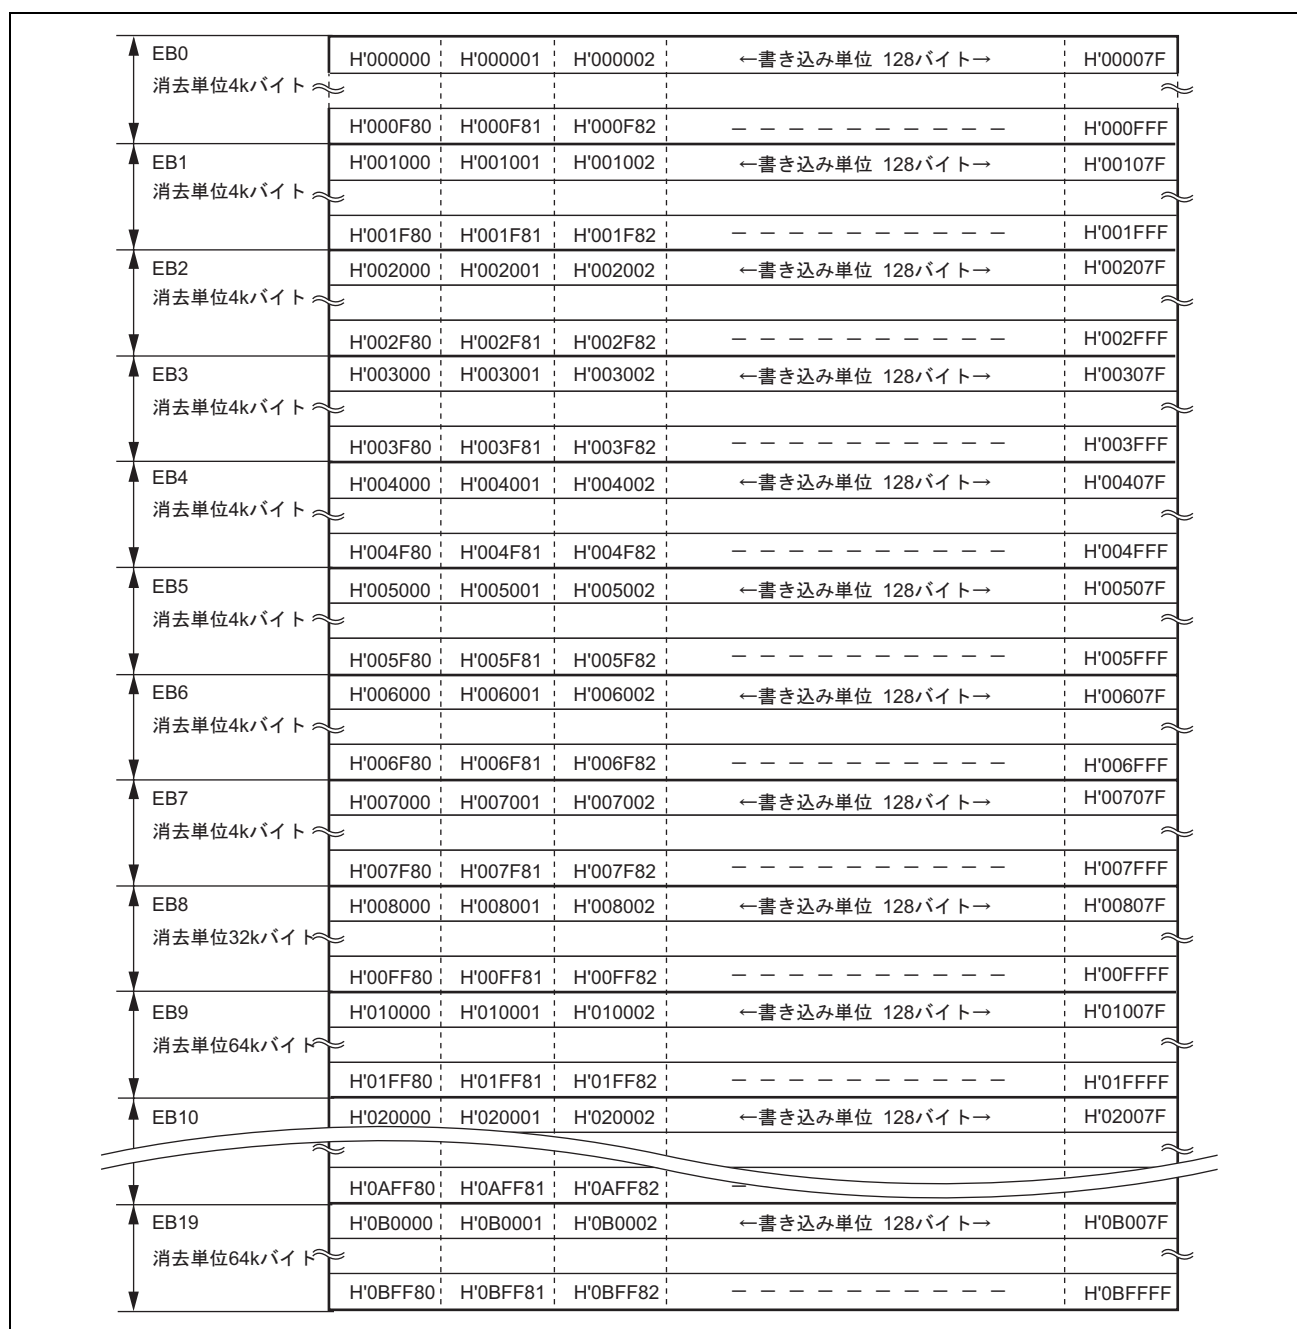

図 18.4 (1) H8SX/1657C のユーザマットのブロック構成
図 18.4 (1) に 768k バイトのユーザマットのブロック構成を示します。太線枠は消去ブロックを表します。細罫線は書き込みの単位を表し、枠内の数値はアドレスを示します。ユーザマットは、64k バイト (11 ブロック)、32k バイト (1 ブロック)、4k バイト (8 ブロック) に分割されていて、消去はこのブロック単位で行います。書き込みは下位アドレスが H'00 または H'80 で始まる 128 バイト単位で行います。4k バイト分割の 8 ブロックが RAM エミュレーション可能な領域です。